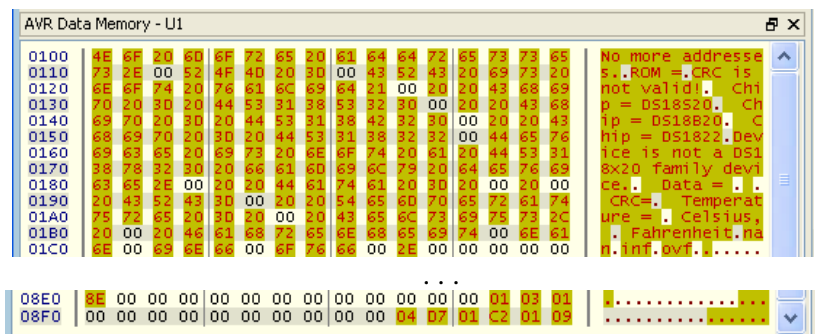

Рисунок 1.13 – Масив 2048 байт (2 Кб) комірок ОЗП (SRAM)
- EPROM Memory (енергонезалежна пам'ять даних, рисунок 1.13);